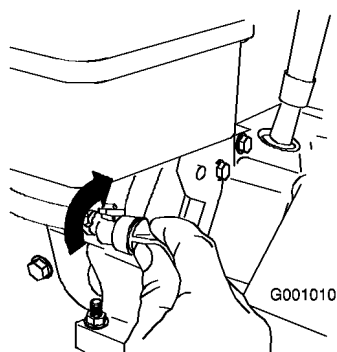

Figura 26
3. Girate la valvola d'intercettazione del carburante in senso orario per chiuderla (Figura 26).